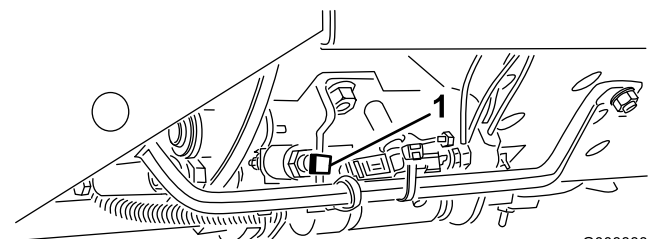

Bild 14
**Wichtig:** Die Mähgeschwindigkeit wird im Werk auf ca. 9,7 km/h eingestellt. Diese Geschwindigkeit können Sie durch das Einstellen der Geschwindigkeits-Anschlagschraube verstellen (Bild 14).